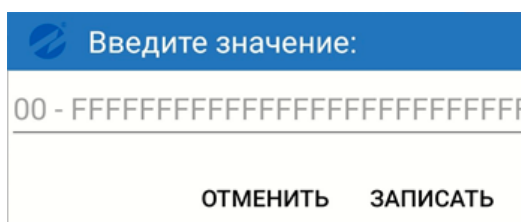

Рис.25. Вид диалогового окна редактирования параметров.
- в открывшемся диалоговом окне (рис.25) ввести требуемое значение;